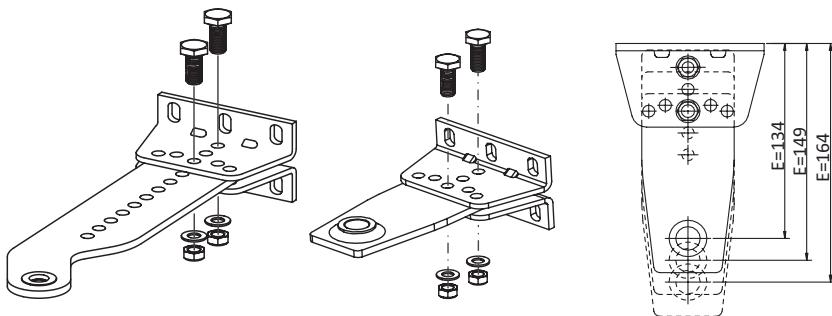
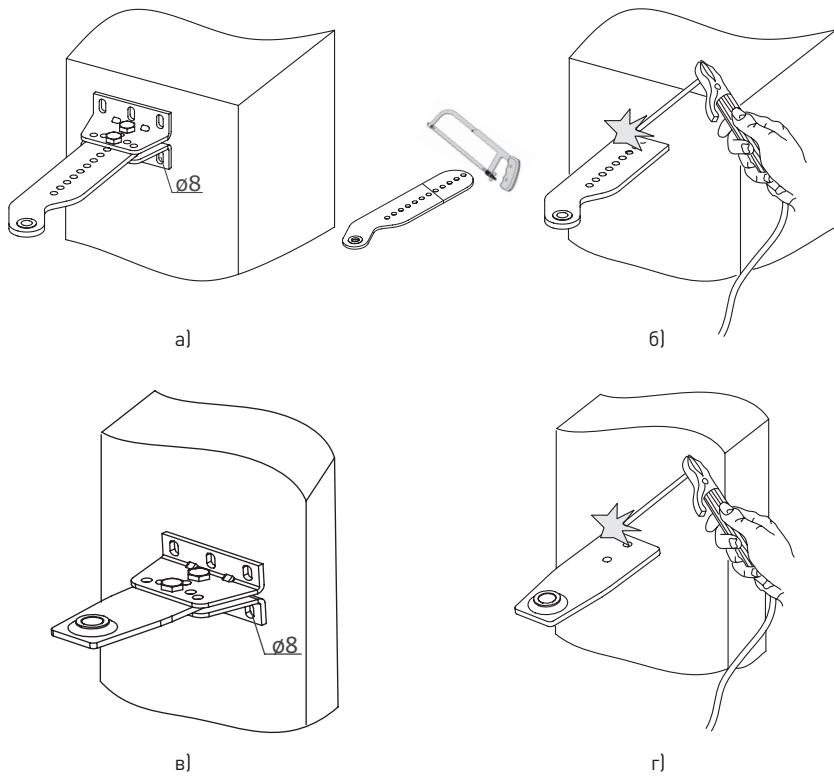
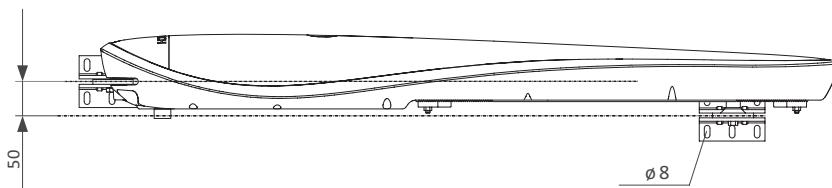

Рисунок 8. Сборка крепления заднего, переднего
Рисунок 9. Установка крепления заднего, переднего
Рисунок 11. Установка крепления переднего
Е — размер между краем створки и осью установки привода на переднее крепление (рис. 8), минимальный размер Е=134 мм; а — угол открытия створки;
- определив монтажные размеры **A** и **B** и место размещения заднего крепления на столбе, выберите вариант сборки заднего крепления (таб. 6, рис. 8). При необходимости кронштейн заднего крепления подрежьте до нужного размера. В случаях если длины кронштейна не достаточно, используйте подручные материалы для удлинения заднего крепления.
- Закрепите заднее крепление на столбе, крепление можно прикрутить или приварить к столбу (рис. 9). Убедитесь, что крепление установлено горизонтально. Крепление должно быть собрано и установлено жестко.
- Выдержав монтажный размер **W**, закрепите переднее крепление на створке (рис. 11). Длина переднего кронштейна **E** регулируется (рис. 8), при этом необходимо учитывать условие **B>X**. В случаях если длины кронштейна не достаточно, используйте подручные материалы для удлинения переднего крепления. Крепление можно прикрутить или приварить к створке (рис. 9). Установку проверяйте уровнем.